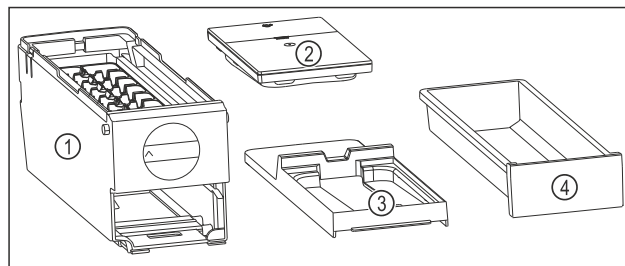

Fig. 84 Составные части EasyTwist-Ice
- ▷ EasyTwist-Ice разобран на четыре части. (см. Fig. 84)
- Разбирайте EasyTwist-Ice только на составные части, представленные на рисунке. (см. Fig. 84)
- Очищайте корпус EasyTwist-Ice Fig. 84 (1) как цельное устройство.